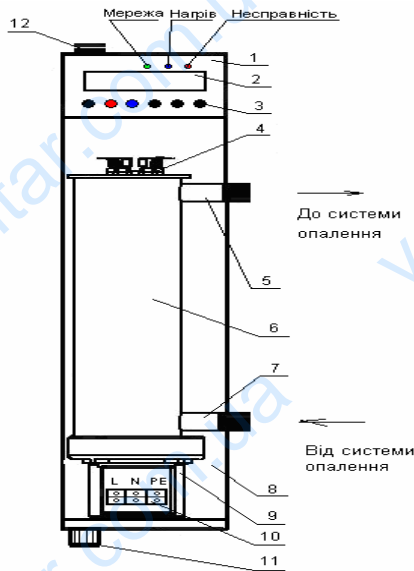

Рис.1 Устройство и схема подключения котла электричного тенового.
1.3.1 Электрический тенный котел представляет собой агрегат с металлическим корпусом, собранный из отдельных комплектующих. Устройство котла показано на рис. 1.
2.3.3. Для подключения котла к электросети необходимо открутить 4 винта М4 (на левой и правой сторонах корпуса электрокотла), фиксирующие переднюю панель, снять переднюю панель котла легким движением, начиная с нижней части на себя и вверх, предотвращая повреждение кнопок блока управления. Протянуть кабель питания через герметичный кабельный ввод 11 (рис.1), снять изоляцию на концах проводов кабеля, обжать их кабельными наконечниками. Надеть и зафиксировать нагревом термоусадочные трубки соответствующих цветов на кабельные наконечники. Снять защитную крышку клеммной колодки (для котлов ~220) 10, присоединить кабель к клеммной колодке в соответствии со схемой на ее крышке, крепко зажать винты клеммной колодки. Закрыть клеммную колодку ее крышкой, зажать герметичный кабельный ввод, установить и зафиксировать переднюю панель электрокотла.